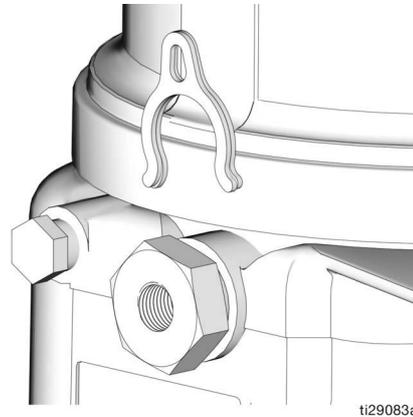

FIG. 17
6. Utiliser une clé pour desserrer l'élément de pompe en le tournant dans le sens antihoraire. Ne pas déposer entièrement l'élément de pompe. Faire suffisamment sortir l'élément de pompe pour faire glisser l'entretoise en avant ou en arrière. (FIG. 17).
La commande du volume de la pompe se règle en n'utilisant soit aucune entretoise, soit une (1) ou deux (2) entretoises (FIG. 17).